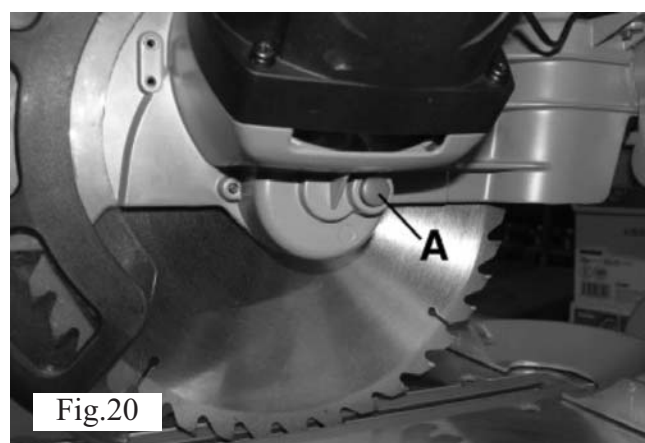

Fig.20
6. Tryck in spindellåsknappen (A) fig. 20 helt och hållet med en hand. Roter klingan för hand tills spindelns lås är låst.